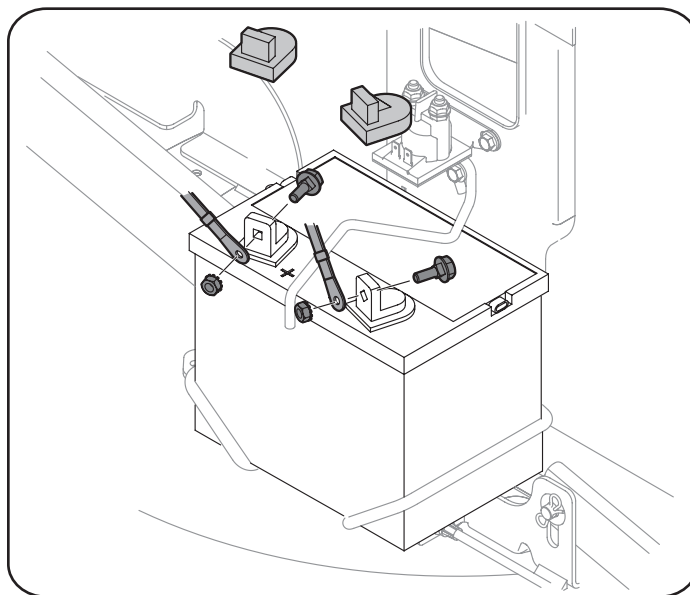

Figura 16
2. Retire la cubierta plástica, si es que está presente, del borne positivo de la batería y una el cable rojo al borne positivo de la batería (+) con un perno y su tuerca hexagonal usando una llave de 7/16 pulgadas y una llave de cubo. Vea la Figura 16.
3. Retire la cubierta plástica, si es que está presente, del borne negativo de la batería y una el cable negro al borne negativo de la batería (-) con el otro perno y tuerca hexagonal usando la llave de 7/16 pulgadas y la llave de cubo. Vea la Figura 16.
Antes de arrancar el motor, compruebe el nivel de aceite, la capacidad es 1700 ml/57.5 fl. onza Consulte la tabla de viscosidad en la Figura 16 para obtener recomendaciones acerca del aceite. No sobre-relleno. Utilice un 4 tiempos, o un alto poder detergente equivalente, aceite de motor de primera calidad certificada para cumplir o exceder los requisitos del fabricante de automóviles EE.UU. para la clasificación de servicio de un SJ nivel mínimo (calificaciones de letras superiores son aceptables como SL y grados SM). El aceite de motor mostrará esta designación en el envase.